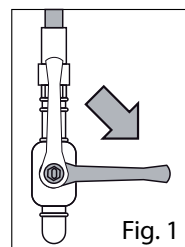

Fig. 1
- Cerrar la llave de corte arriba del aparato (Fig. 1);
- Cerrar la llave de corte arriba del aparato (Fig. 1).
- Sustituir el inyector piloto (Fig. 1) por el correspondiente al gas seleccionado según indicado en la Tabla de referencia (véase Tabla Gas de referencia).